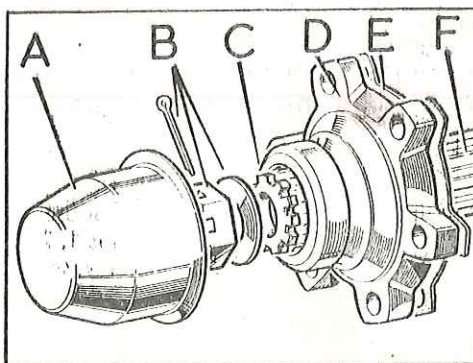
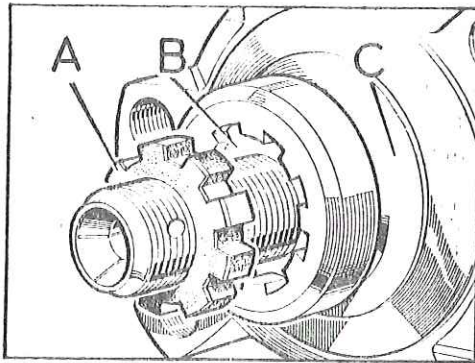

Fig. E -5 - Semieje trasero
Fig. E -6 - Retén de aceite de la brida
- 1.1. Con el destornillador ejercer palanca y extraer el tapacubos, A (Fig. E -5).
3.1. Montar la brida, D (Fig. E -5) en el semieje, F, asegurándose que el retén de aceite A (Fig. E -6), queda con la parte de caucho hacia la parte exterior.
3.2. Apretar la tuerca, B (Fig. E -5) de fijación de la brida, -- con una tensión de 10 a 15 lbs. (1,4 a 2 mkg) y fijarla por medio de una clavija nueva.
3.3. Instalar a presión el tapacubos, A, (Fig. E -5)